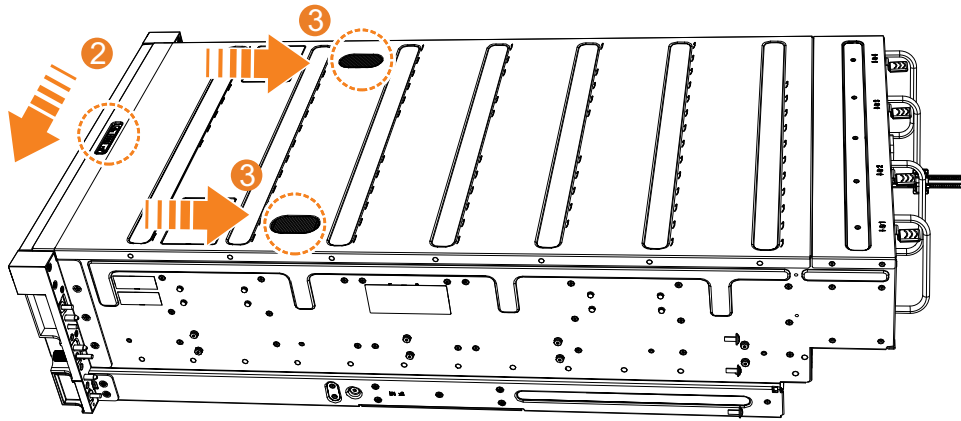

図 50. 2077-92F 上部カバーの再取り付け
2. 76 ページの図 50 に示すように、カバー解放レバー (2) を側面の方へ押します。
3. 76 ページの図 50 に示すように、カバーが止まるまで、エンクロージャーの背面方向へスライドさせます (3)。